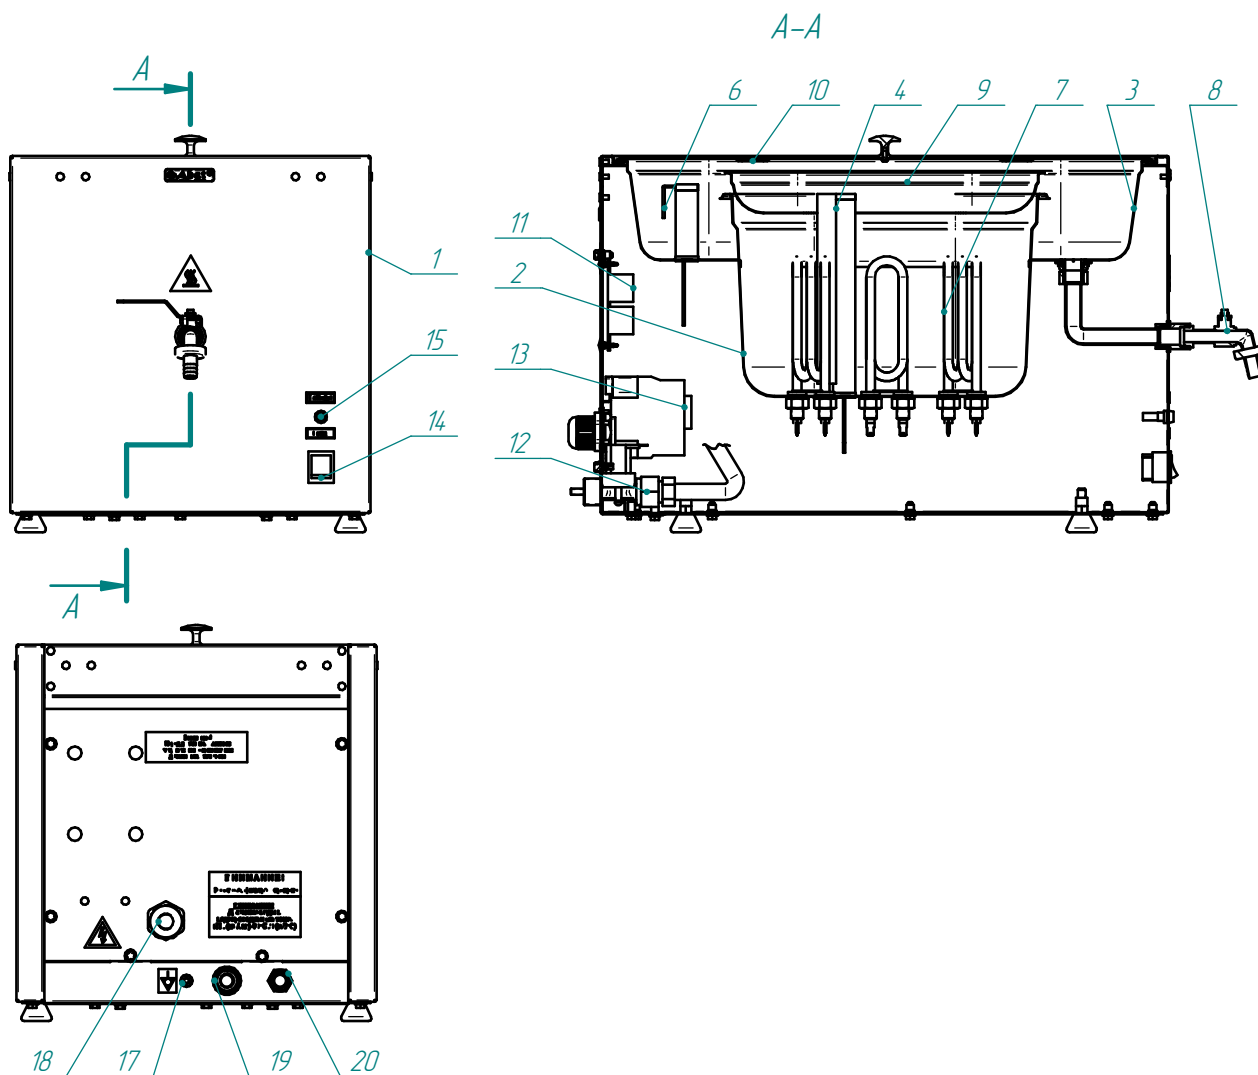

Рисунок 1 Устройство кипятильника
- подключите кипятильник к системе водоснабжения (рис. 1 поз. 19) – 3/4 (наружная резьба). Подключение к системе водоснабжения должно быть осуществлено через запорную арматуру.
- используя гибкий шланг, внутренний диаметр гибкого шланга должен быть (не менее) 17 мм, кипятильник подключите к системе канализации (рис. 1. поз. 20);